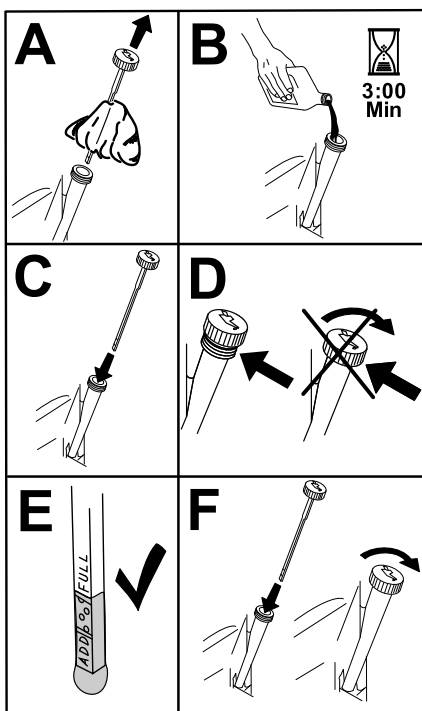

Bild 56
5. Gießen Sie langsam ungefähr 80 % der angegebenen Ölart in den Einfüllstutzen und füllen Sie dann vorsichtig mehr Öl ein, um den Ölstand an die **Voll**-Markierung zu bringen (Bild 56).